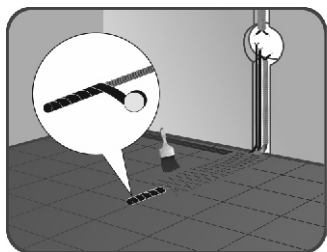

Рисунок 1
5. Поместите датчик температуры в трубу, входящую в комплект. Датчик должен располагаться внутри трубки вблизи ее конца. Конец трубки с датчиком, оканчивающийся в полу, плотно загерметизируйте для предотвращения попадания внутрь раствора. Уложите трубку с датчиком в подготовленную канавку и выведите к терморегулятору или распаечной коробке. Радиус изгиба трубки должен быть не менее 5 см (рисунок 1).